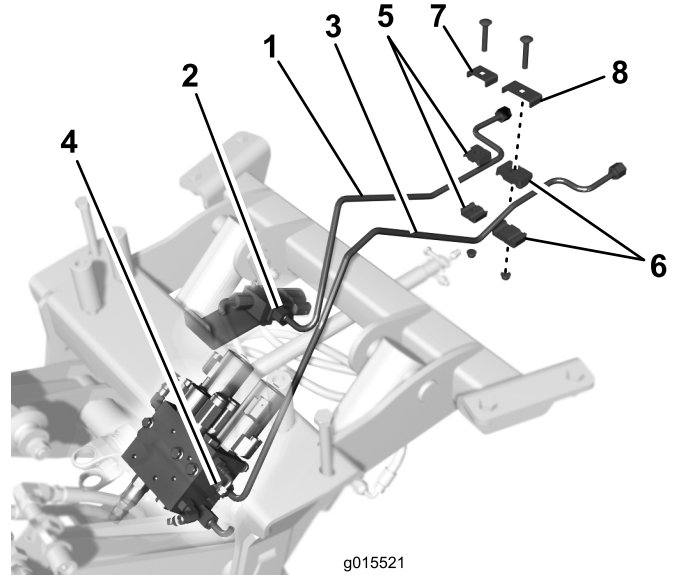

Figura 9
3. Conecte el extremo trasero del tubo hidráulico más corto al tubo de la máquina (Figura 9).
4. Conecte el extremo trasero del tubo hidráulico más largo al tubo de la máquina (Figura 9).
6. Conecte provisionalmente el tubo hidráulico más corto al tubo adyacente de la máquina con la abrazadera pequeña, la pletina, el tornillo de cuello cuadrado y la tuerca con arandela prensada, según se muestra en Figura 9.
7. Conecte provisionalmente el tubo hidráulico más largo al tubo adyacente de la máquina con la abrazadera grande, la pletina, el tornillo de cuello cuadrado y la tuerca con arandela prensada, según se muestra en Figura 9.